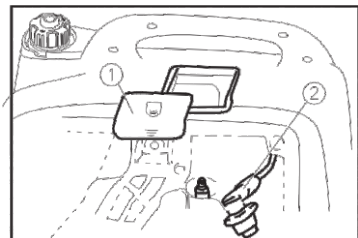

Рис.24
- 1.Снимите крышку для обслуживания свечи зажигания (1) (рис.24).
- 2.Снимите со свечи колпачок высоковольтного провода (рис. 24).